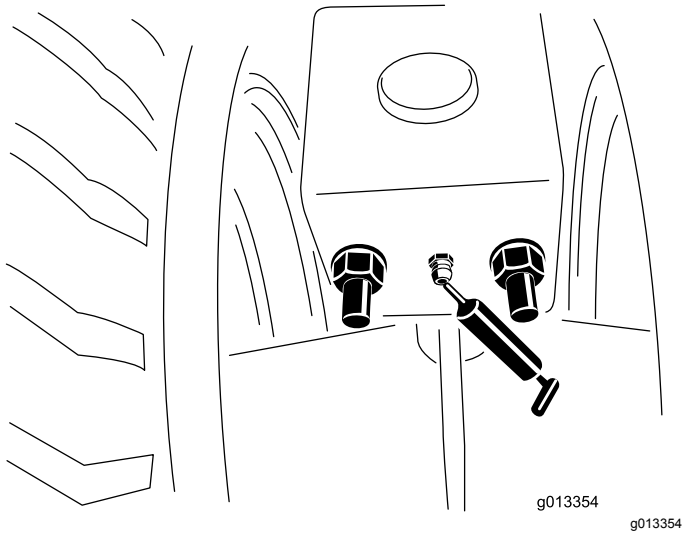

図 54
- 異物がないように、グリスフィッティングをきれいに拭く 図 54。